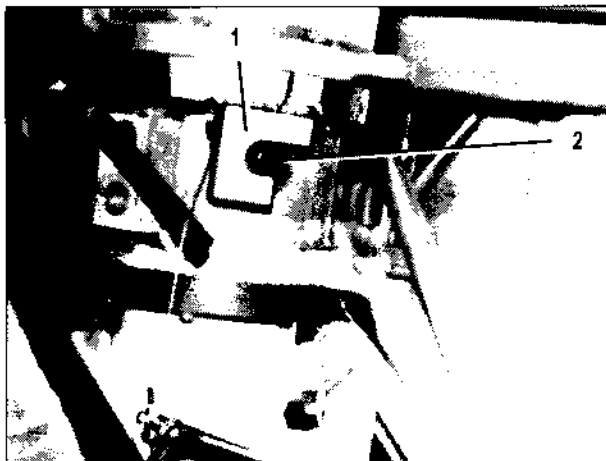

Bild 93
12. Mittleres Rohr hochheben und die Aufnahme (Bild 93/1) am mittleren Rohr in den Haltebolzen (Bild 93/2) am oberen Rohr einsetzen. Steckbolzen von unten einstecken und sichern.